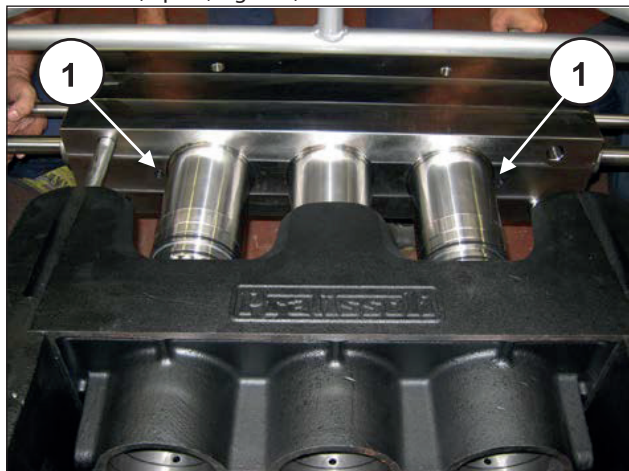

Fig. 184
Pour remonter les différents composants, effectuer en ordre inverse les opérations précédemment indiquées en faisant particulièrement attention à la mise en place de la culasse sur l'entretoise de culasse fixée sur le carter et en veillant à ne pas faire tomber les joints toriques montés sur le plan d'appui ou la portée de la culasse (rep. ①, Fig. 184).